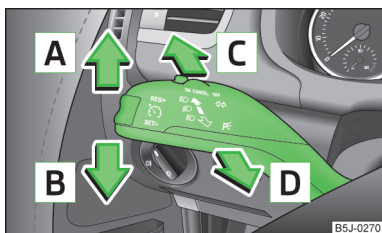

Abb. 25
- Den Hebel zum Einschalten des Fernlichts nach vorn drücken » Abb. 25 auf Seite 43.
- Den Hebel zum Lenkrad ziehen » Abb. 25 auf Seite 43 und gleichzeitig nach unten schieben und in dieser Stellung halten.
- Den Hebel zum Lenkrad ziehen » Abb. 25 auf Seite 43 und gleichzeitig nach oben schieben und in dieser Stellung halten.
- Den Hebel » Abb. 25 nach oben **A** bzw. nach unten **B** drücken.
- Den Hebel » Abb. 25 nach vorn in Pfeilrichtung **C** drücken.
- Den Hebel » Abb. 25 zum Lenkrad (gefederte Stellung) in Pfeilrichtung **D** ziehen - das Fernlicht und die Kontrollleuchte im Kombi-Instrument leuchten auf.
- › Den Hebel » Abb. 25 auf Seite 43 nach oben bzw. nach unten drücken - das Standlicht auf der rechten bzw. linken Fahrzeugseite wird eingeschaltet.